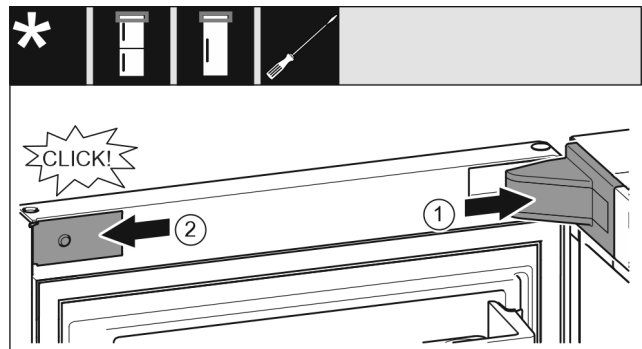

Fig. 22
- ▶ Pange laagripuki kate Fig. 22 (1) peale ja fikseerige, vajaduse korral suruge ettevaatlikult laiali.
- ▶ Pange ilukate Fig. 22 (2) küljel kohale ja fikseerige.